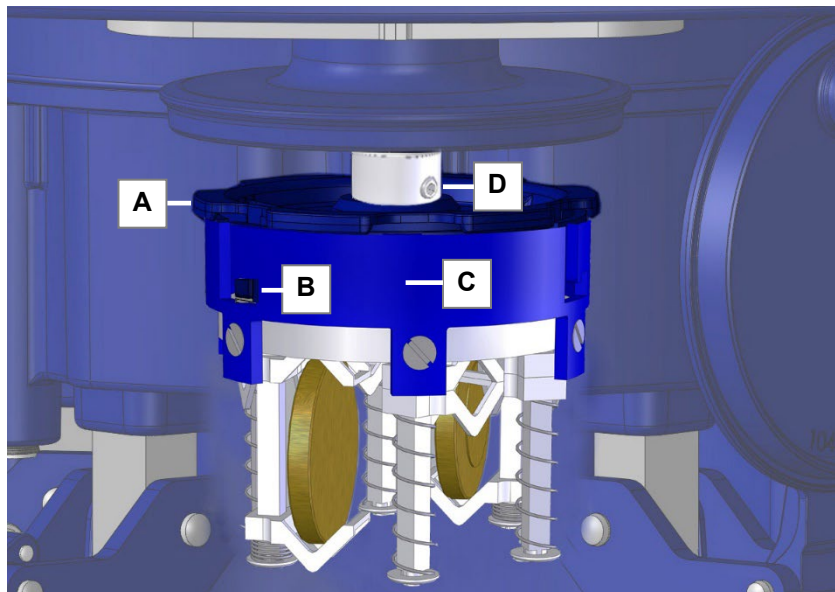

Abb. 6.3.1 Werkhalter eingehängt
Der Werkhalter (Abb. 6.3.1.C) wird mittels Bajonettverschlusses an der Aufnahme (Abb. 6.3.1.A) mit der Reinigungsmaschine verbunden.
Halten Sie die Aufnahme (Abb. 6.3.1.A) mit einer Hand fest, drücken den Werkhalter erst etwas nach oben und drehen ihn dann im Gegenuhrzeigersinn aus den Arretierungen (Abb. 6.3.1.B).
- A Aufnahme** für Reinigungskorb sowie Werkhalter. Die Aufnahme bleibt bei der Entnahme des Werkhalters an der Antriebswelle mittels Gewindestift (Abb. 6.3.1.D) angeschraubt.
Befestigen Sie nun den Werkhalter wieder in der Aufnahme der Reinigungsmaschine (Abb. 6.3.1.A).
Vergewissern Sie sich, dass der Werkhalter korrekt in der Verriegelung arretiert ist (Abb. 6.3.1.B).